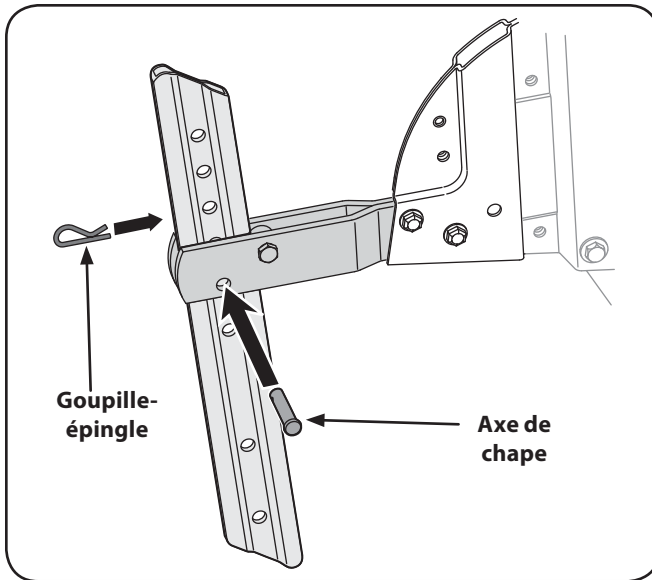

Fig. 3-7
- Insérez la tige du guide de profondeur dans le support, comme à la Fig. 3-7.
- Insérez la tige du guide de profondeur dans le support, comme à la Fig. 3-7. Maintenez la goupille en place avec l'attache enlevée plus tôt. Le guide de profondeur peut être réglé à différentes positions. Initialement, nous conseillons de l'installer juste au-dessus ou de niveau avec la surface du sol. Consultez le chapitre « Entretien et réglages » dans la section concernant le guide de profondeur dans cette notice d'utilisation.